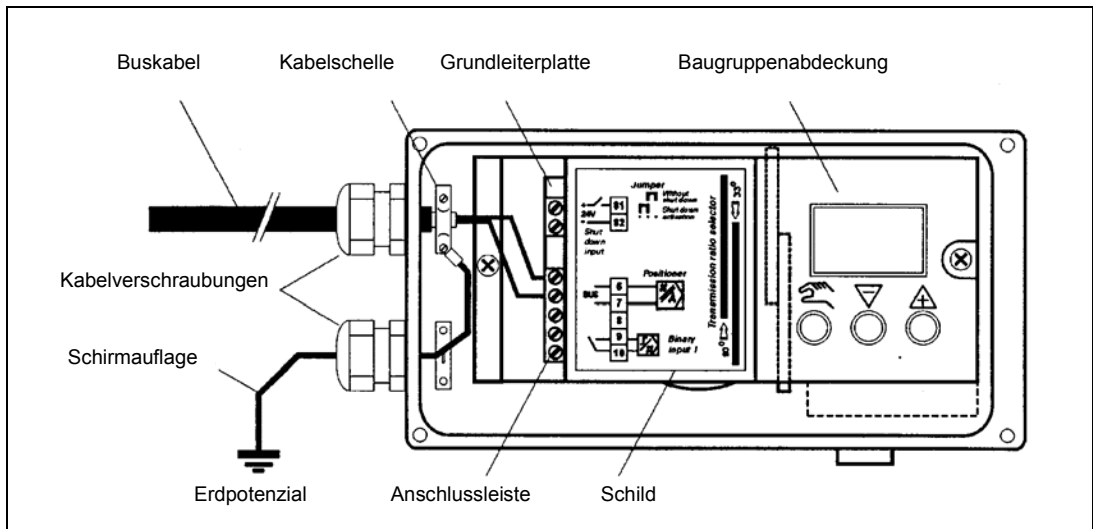

Bild 11 Anschluss der Buskabels
6. Schließen Sie die rote und grüne Ader gemäß Bild 11 an die Klemme 6 und 7 der Grundleiterplatte an (die Polarität spielt dabei keine Rolle).